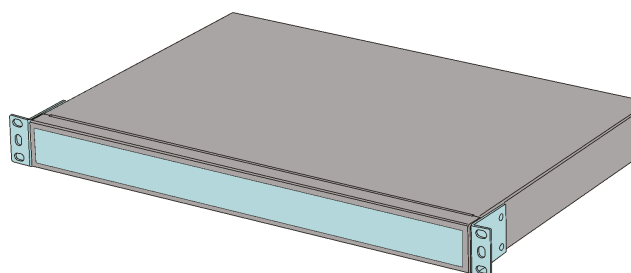

Figura 7 - As orelhas suspensas são instaladas
Passo 2: Aperte os parafusos no sentido horário para fixar as abas suspensas no chassi. Após a conclusão da instalação, ela é mostrada na Figura 7.